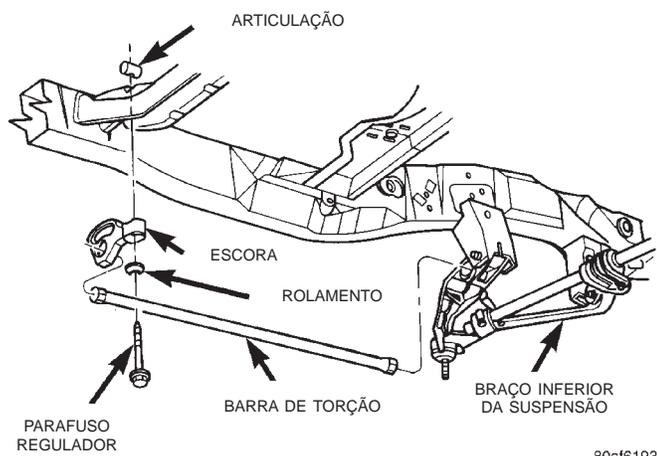

Fig. 5 Barra de Torção
(1) Levante e apóie o veículo com a suspensão dianteira pendendo.
(2) Gire o parafuso regulador em sentido anti-horário para aliviar a tensão da mola (Fig. 5).